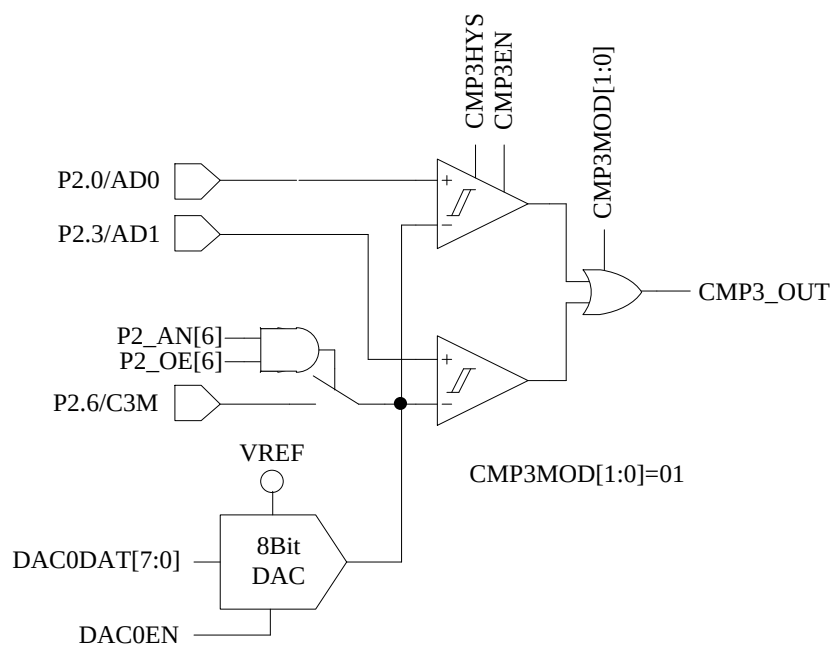

图 30-3 双比较器输入模式
- 配置 CMP_CR1[CMP3MOD] = 01，CMP3 为双比较器输入模式，具体输入输出端口及接法如图 30-3 所示